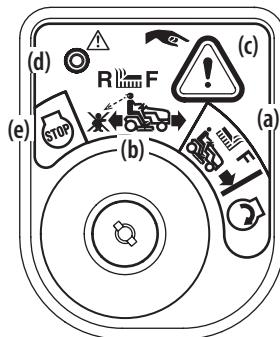

Figura 19
2. Gire la llave de la posición CORTE NORMAL  (a) a la posición MODO PRECAUCIÓN MARCHA ATRÁS  (b) del módulo de encendido. Consulte la Figura 19.
3. Oprima el BOTÓN DE MARCHA ATRÁS  (c) en el ángulo superior derecho del módulo de encendido. La luz indicadora roja (d) que está en el ángulo superior izquierdo del módulo de encendido se mantendrá ENCENDIDA mientras está activada. Consulte la Figura 19.